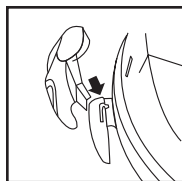

FIGURE 9
9. Insérez les ongles en forme de « J » dans les rainures du rembobineur **FIGURE 9.** Appuyez vers le bas jusqu'à ce que les ongles s'enclenchent en position.